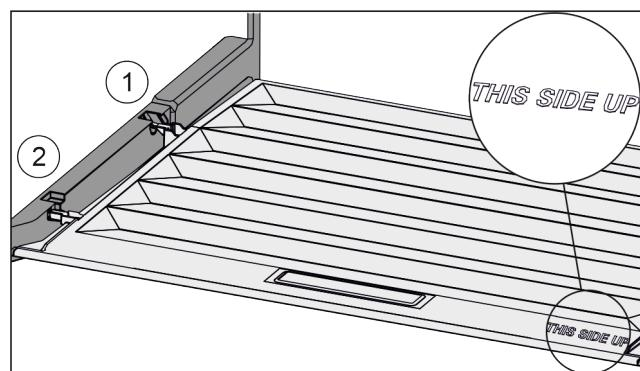

Fig. 95
- Výstupky veka zavedťte cez otvor zadného držiaka Fig. 95 (1) a zaistite vpredu v držiaku Fig. 95 (2).